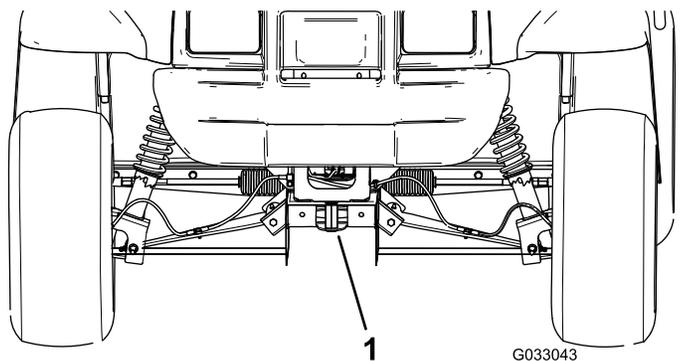
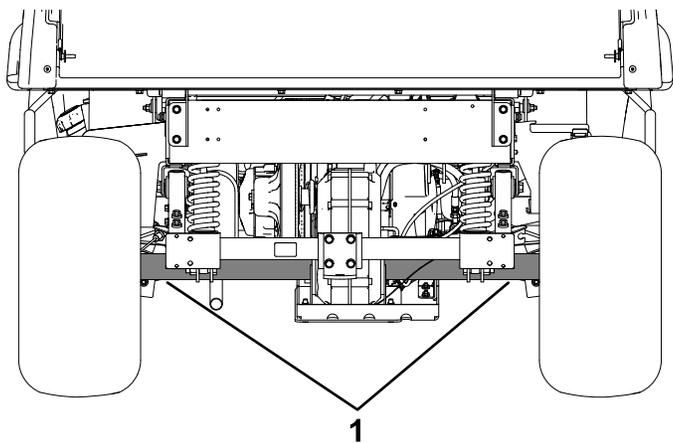

図 17
図 18
ロープがけポイントについては図 17 と 図 18 を参照してください。
2. 機体前部にある牽引トングにロープなどの牽引索を取り付ける 図 17。